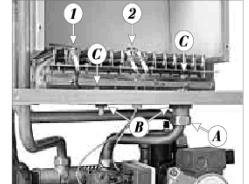

Рис. 19 – Монтаж горелки
- отсоедините проводники ионизационной (1) и зажигательной (2) электродов от автоматики зажигания;
- выверните гайку (A) (непотеряйте металлический прокладочный кружок, используется при обратном монтаже). Выверните жестяные гайки (B), прикрепляющие доску горелки к камере сгорания и уклоните трубку между горелкой и газовым клапаном, как приведено на рис. 19;
- выверните винты (C), которыми укреплена доска горелки;